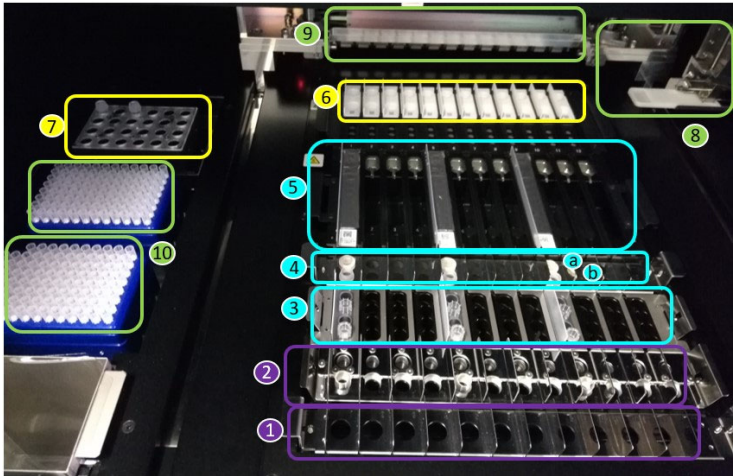

Figure 1 : Zone de chargement du système « ELiTe InGenius »
La Figure 1 illustre le système « **ELiTe InGenius** ».
La Figure 1 montre : position du portoir pour tubes primaires (1), position du portoir pour tubes d'extraction (2), position du portoir pour embouts (3), position du portoir pour tubes d'élution (Tube de Dnase I + adaptateur de tube (a) et tubes d'élution (b)) (4), position du portoir pour cartouches d'extraction (5) et position du portoir pour cartouches de PCR (6), position du bloc de réactif de PCR et de contrôle interne (gestionnaire des stocks) (7), distribution des échantillons et des réactifs (8, 9), positions du conteneur à déchets (en bas à gauche) et des embouts (10).
- Pour confirmer que les réactifs placés dans la position 7 du gestionnaire de stock sont en quantité suffisante pour le nombre de tests sélectionnés (voir page 10, Figure 1) comme indiqué à l'écran, appuyer sur le bouton « Next » (Suivant).
- Placer suffisamment de portoirs à embouts en position 10 (voir page 10, Figure 1).
- Placer les cassettes de PCR indiquées en position 6 (voir page 10, Figure 1).
- Placer la/les cassette/s des cartouches d'extraction indiquées en position 5 (voir Page 10, Figure 1).
- Placer la DNase I, dans l'adaptateur de tube DNase I, indiquées en position 4 (voir Page 10, Figure 1).
- Placer le portoir d'élution avec le nombre de tubes d'élution indiqué en position 4 (voir page 10, Figure 1).
17. Placer le nombre de cassettes d'embouts indiqué en position 3 (voir page 10, Figure 1).
19. Placer le nombre de tubes d'extraction indiqué en position 2 (voir page 10, Figure 1).